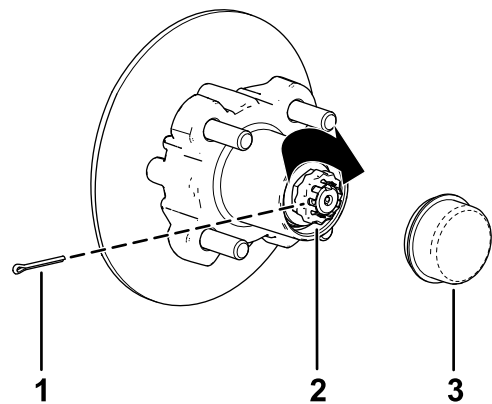

Figura 35
8. Instalai opritorul peste piuliă i verificați alinierea fantei din opritor i a orificiului din ax pentru cuiul spintecat (Figura 35).
9. Monta cuiul spintecat i îndoiți picioarele în jurul opritorului (Figura 35).
10. Monta capacul anti-praf pe butuc (Figura 35).